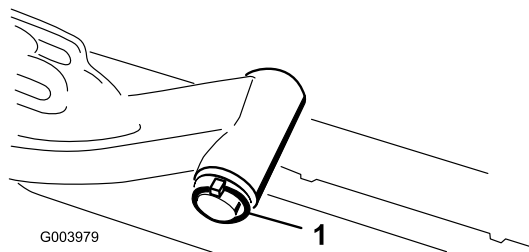

**Figura 11**
8. En las unidades de corte delanteras, deslice una unidad de corte debajo del brazo de elevación mientras introduce el eje del bastidor de tiro en la horquilla de pivote del brazo de elevación (Figura 11).
B. Introduzca la horquilla del brazo de elevación en el eje del bastidor de tiro (Figura 11).